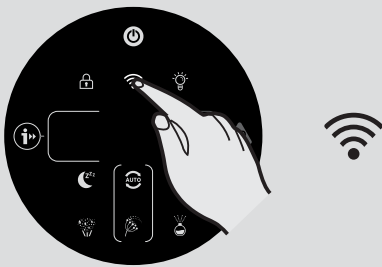

Fig. 7
6. Tryk og hold WiFi knappen på displayet i 5 sekunder, der vil være et lydligt bip, og WiFi knappen vil begynde at blinke, for at indikere, at den venter på forbindelse. [Fig. 7]